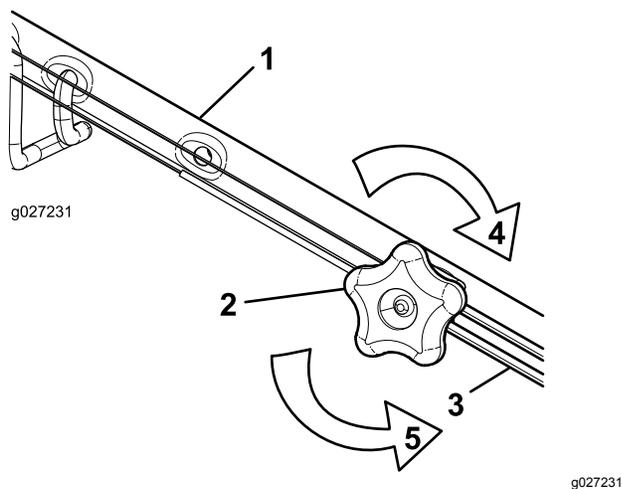

Figura 35
1. Gire el pomo de ajuste en sentido antihorario para aflojar el cable (Figura 35).
- Ajuste la tensión del cable (Figura 35) tirando del mismo hacia atrás o empujándolo hacia adelante, y sujételo en esa posición.